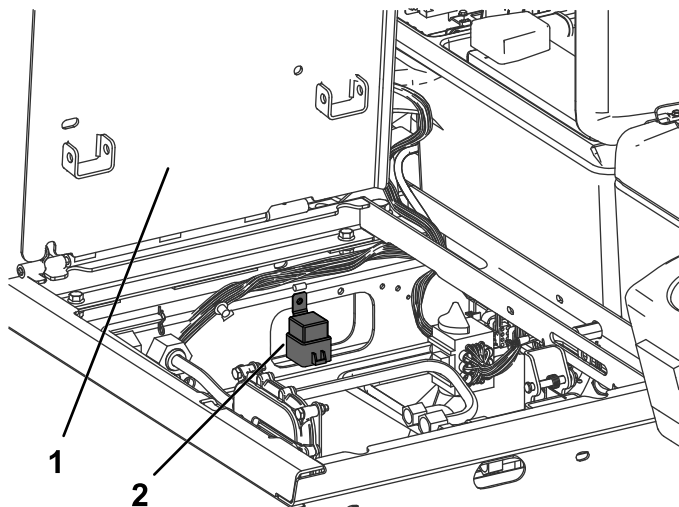

Figure 26
7. Fixez le relais à son support avec les vis autotaraudeuses fournies, comme montré à la Figure 26.